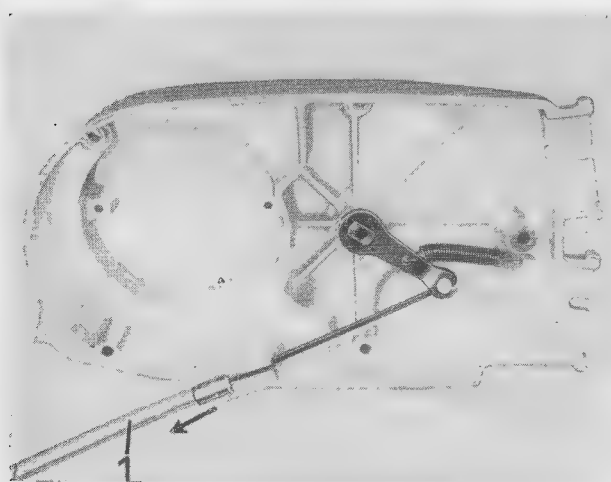

Bild 136. Kupplungsseilzug (1) aushängen
- (1) Überwurfmutter am Zylinder mit Hakenschlüssel,
- (2) Auspuffhalterung vorn am Motor (SW 17),
- (3) Haltestrebe am Schalldämpfer hinten (SW 13) lösen und
- (4) Lichtmaschinendeckel entfernen (Innensechskant SW 5) und Kupplungsseilzug (1 im Bild 136) aushängen. Dazu die Seilzughülle in Pfeilrichtung aus dem Deckel ziehen, den Seilzug schwenken und aus dem Hebel heben.